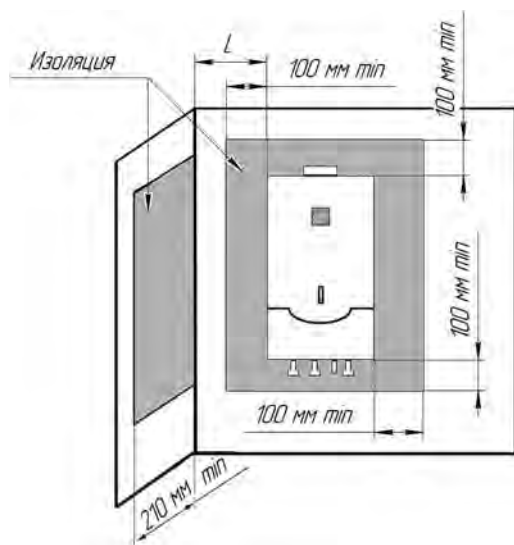

Рис. 1. Установка аппарата на трудносгораемых стенах.
6.5 Аппарат устанавливается на несгораемую кирпичную, бетонную (с облицовкой керамической плиткой или без неё) стену. Допускается установка аппарата на трудносгораемых стенах при условии изоляции стены оцинкованным листом толщиной $0,8-1\text{ мм}$ по листу базальтового теплоизоляционного картона БТК толщиной $3-5\text{ мм}$. Изоляция стены должна выступать за габариты корпуса аппарата не менее чем на 100 мм с каждой стороны (см. рис.1), а расстояние от боковых поверхностей аппарата до трудносгораемых стен без применения изоляции должно быть не менее 250 мм . При уменьшении указанного расстояния до 150 мм необходима установка теплоизоляции.